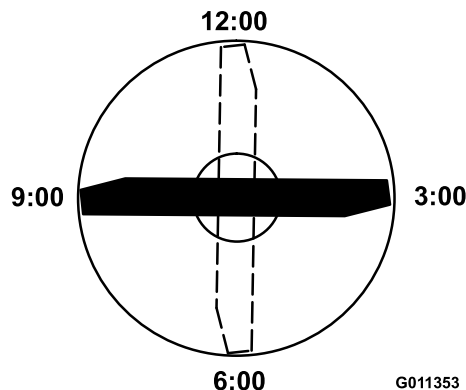

図 71
3. ブレードの印の付いているほうの端部を12時の位置車両進行方向に向け、作業台の表面からブレードの切っ先までの高さを測定する **図 71**。
4. 印の付いている端部を3時の位置と9時の位置に向けてそれぞれ高さを測定する **図 71**。